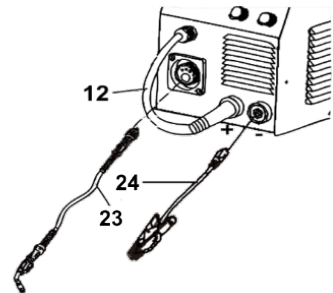

Рисунок 8
- під'єднайте єврорукав з пальником MIG/MAG (23, рисунок 8) до роз'єму (11, рисунок 1). Поєднайте кінець єврорукава з 4-ма отворами в роз'ємі, вставте та зафіксуйте за допомогою стопорної гайки;
- під'єднайте кабель-перехідник MIG/MAG (12, рисунок 8) до роз'єму «+» (10, рисунок 1);
- під'єднайте кабель робочого затискача «маси» (24, рисунок 8) до роз'єму «-» (9, рисунок 1), а сам робочий затискач до об'єкта зварювання якомога ближче до місця зварювання;